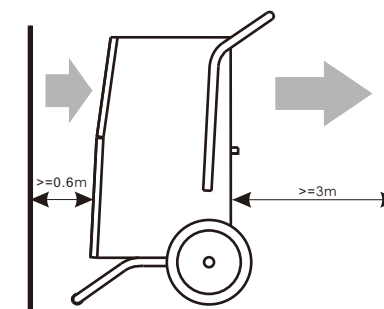

FIG . 2
- De maneira a obter a melhor eficácia, as distâncias mínimas sugeridas nos lados de aspiração e de descarga em relação à parede são de 0,6 e 3m respectivamente (Ver FIG.2).